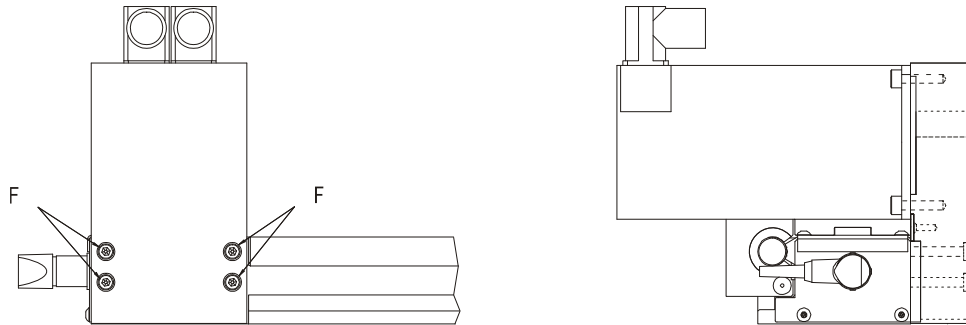

Abbildung 21: Lineareinheit und Riemengetriebe, Ausführung 1
- Lösen/Lockern Sie die Verbindungsschrauben vom Motorflansch, der Getriebezahnriemen gespannt sich (siehe *Abbildung 21*, unten, **F**).
- Verbindungsschrauben (siehe *Abbildung 21, Seite 24, F*) festziehen
- Motorflansch festschrauben (siehe *Abbildung 21, Seite 24, F*)